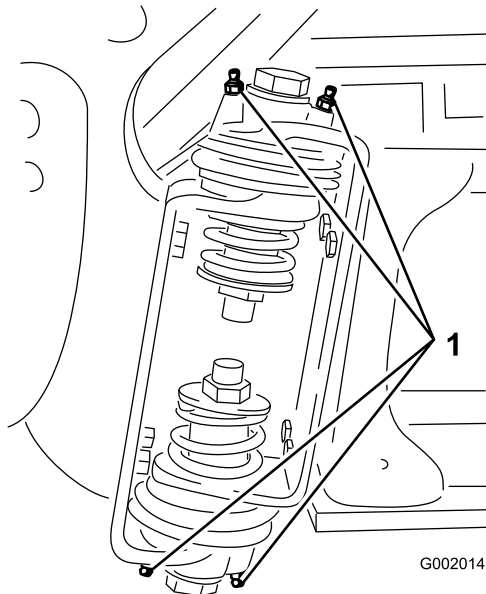

Figura 86
2. Pompați lubrifiant în rulment sau bușă la nivelul fiecărui fitting **Figura 86**.